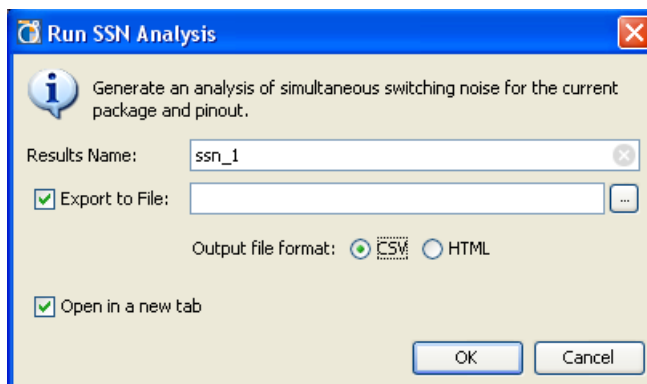

図 8-33 : [Run SSN Analysis] ダイアログ ボックス
1. Flow Navigator または [Tools] メニューから [Run Noise Analysis] をクリックします。図 8-33 に示す [Run WASSO Analysis] ダイアログ ボックスが開きます。